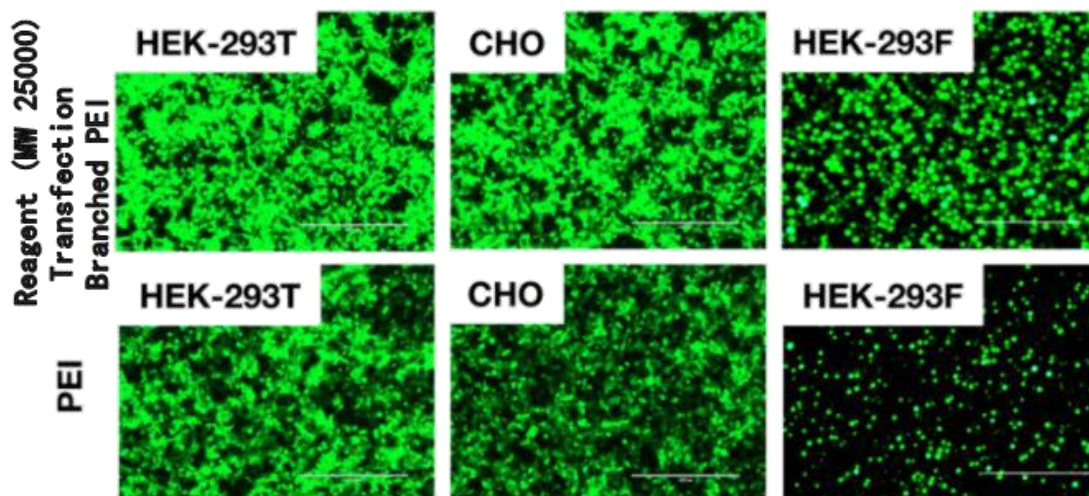

图 2. 采用 Branched PEI Transfection Reagent (MW 25000) 及某 P 公司品牌 PEI 转染 GFP 质粒，转染 48 小时后，采用荧光显微镜检测 GFP 绿色荧光蛋白表达情况，本产品表现出更优秀的转染效率。
1. 转染前一天, 将图 2 所示 3 种状态良好的细胞接种于 24 孔板, 使其在转染时密度约为50%。
2. 按照每孔计量, 取 $1\mu\text{g}$ GFP 质粒加入到 1.5 mL 离心管中, 加入 $50\mu\text{L}$ 无血清基础 DMEM培养基稀释质粒, 标记为 A。取 $2.5\mu\text{L}$ 转染试剂(图 2 上)或某 P 公司产品PEI(图 2 下)加入到另一个 1.5 mL 离心管中, 加入 $50\mu\text{L}$ 无血清基础 DMEM 培养基稀释转染试剂, 标记为 B。将 A 和 B 轻轻混合均匀, 室温静置 30 分钟, 形成转染试剂-核酸复合物。
4. 转染细胞培养 48 小时后, 用荧光显微镜检测 GFP 绿色荧光蛋白表达情况, 并拍照记录, 实验结果如图 2 所示。